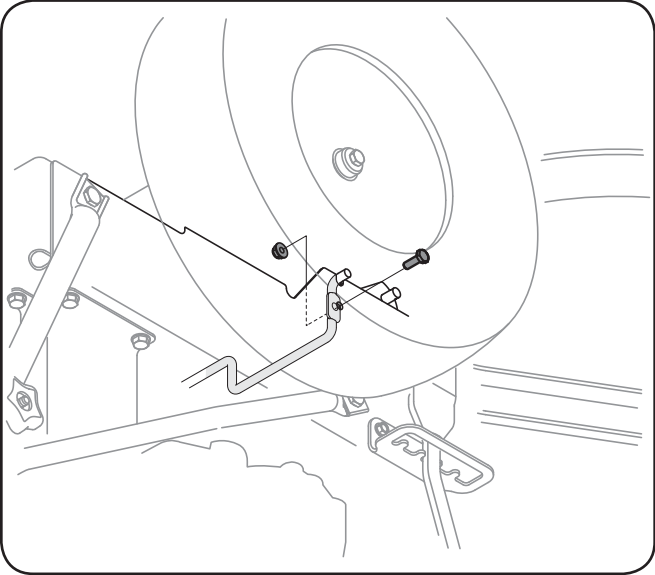

Figure 7-2
- 3. Retirez la tige de retenue de la courroie comme indiqué précédemment dans cette section. Voir Figure 7-2.
5. Retirez le boulon et l'écrou à bride qui retiennent la tige de retenue de la courroie au côté gauche du châssis de la tondeuse. Voir Figure 7-2.